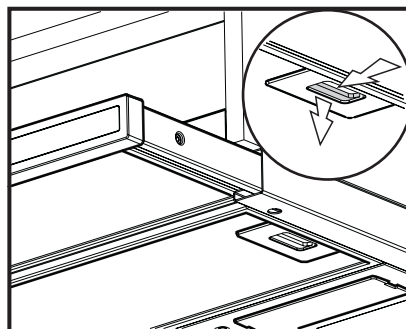

Fig. 3
- Glissez d'abord les filtres à graisse métallique vers l'autre côté de l'appareil, puis tirez-les par le dessous. **Fig. 3.**